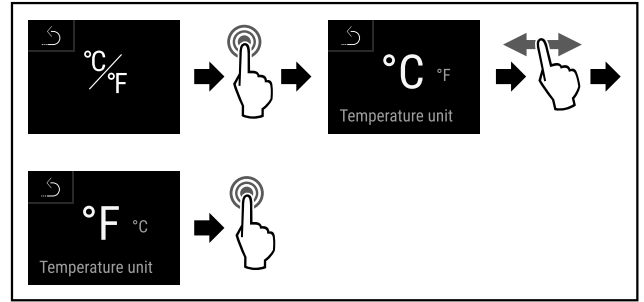

Fig. 90
- ▶ Suorita toimenpidevaiheet (katso Fig. 90).